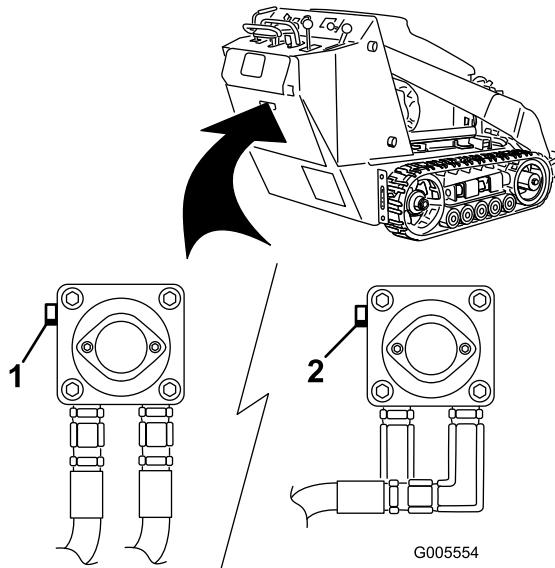

Рисунок 18
- Используя гаечный ключ, дважды поверните буксировочные клапаны на гидравлических насосах против часовой стрелки (Рисунок 18).